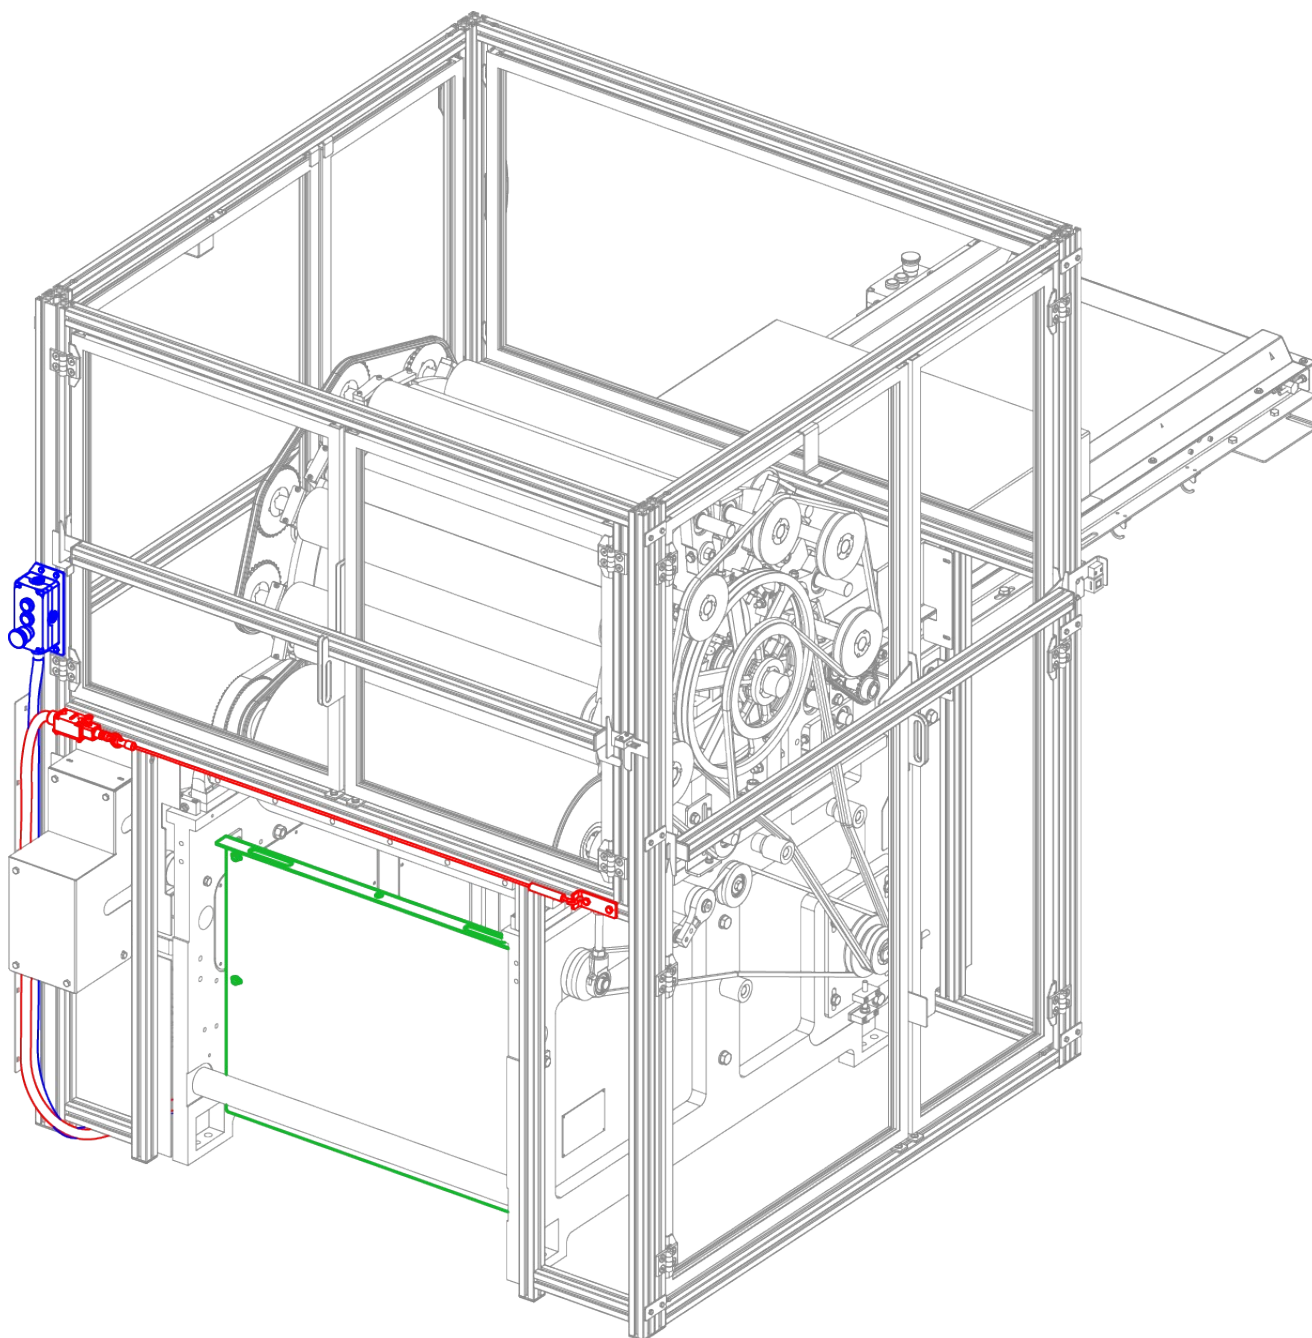

Figura 4.4.11 – Fissaggio della pulsantiera, della protezione e del dispositivo di sicurezza a fune
- Lamiera di protezione inferiore (in **verde** nella Figura 4.4.11).
- Pulsantiera posteriore (in **blu** nella Figura 4.4.11).
- Dispositivo di sicurezza a fune (in **rosso** nella Figura 4.4.11).